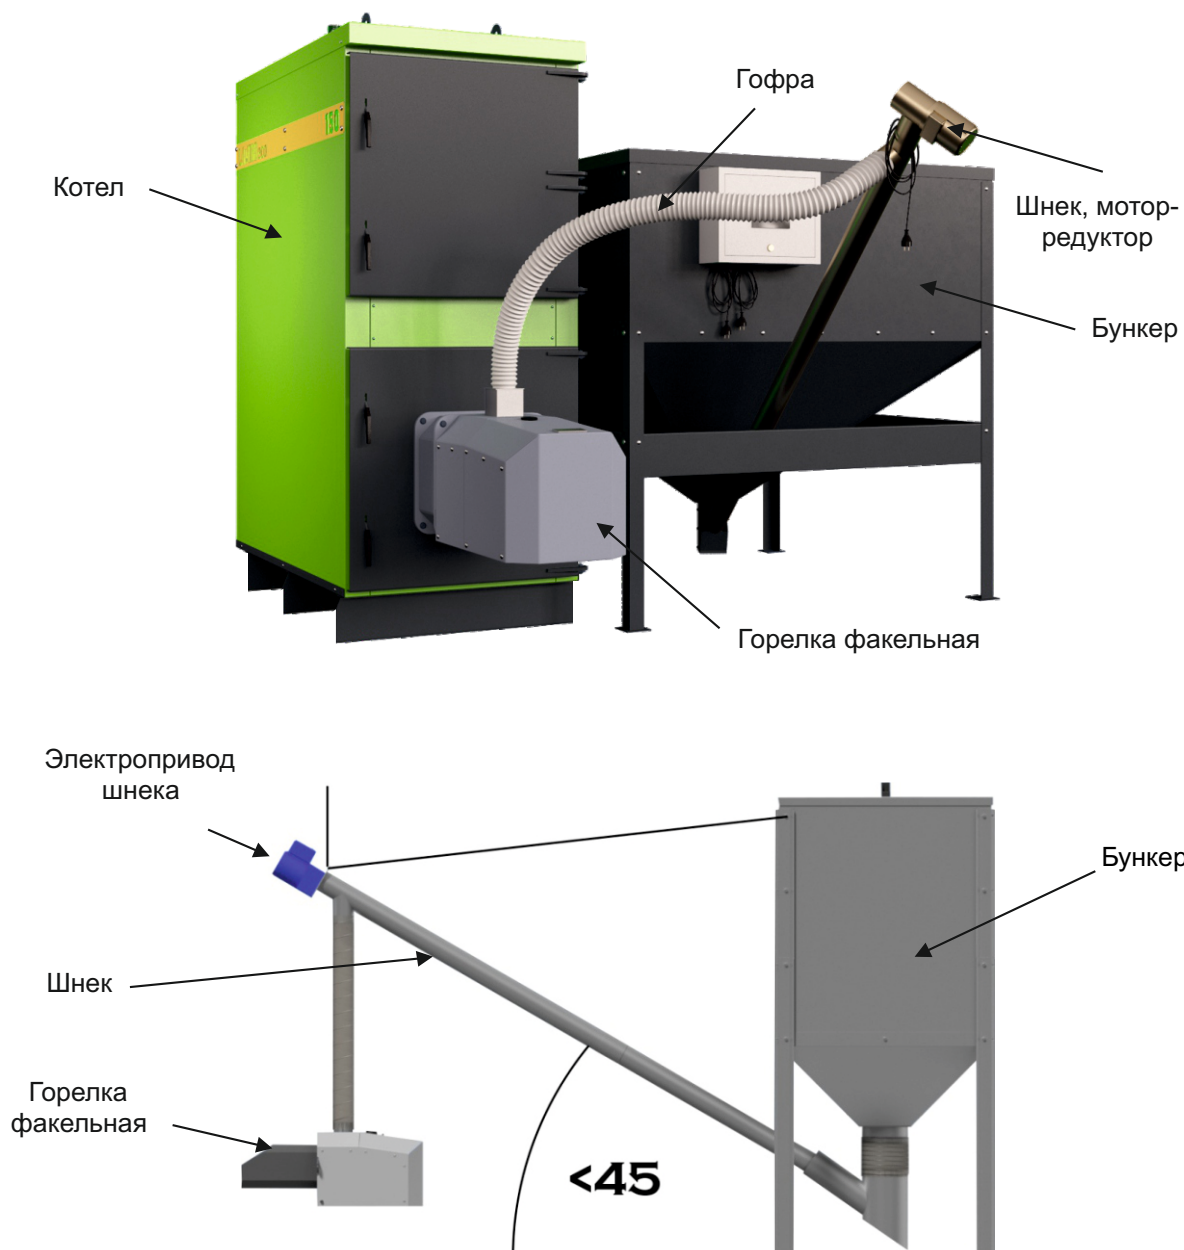

Рисунок 3. Общий вид винтового подающего устройства с Горелкой и бункером
Горелки работают комплексно с оборудованием в составе (см. рис. 3):
Внешнее винтовое подающее устройство (электроприводной шнек) (см. рис. 3) отвечает за подачу топлива из бункера в горелку и соединяет контейнер (бункер) с топливом с Горелкой. Устройство выполнено из гальванизированной стальной трубы или трубы из нержавеющей стали диаметром 60 мм. Внутри трубы находится стальная спираль с приводом от электрического двигателя 230 В переменного тока с передачей, который подключается с помощью силового кабеля к соответствующему разъему на контроллере Горелки. Дозирование топлива в горелку осуществляется автоматически, управление работа подающего устройства осуществляется в автоматическом режиме. В случае повреждения трубы – например, из-за перегрева в случае обратного удара пламени, подающее устройство перестает подавать топливо, что влечет за собой затухание Горелки. Это позволяет предотвратить распространение пламени и пожар в Котельной.
- Е) подвесить подающее устройство на цепочке. (см. рис. 3);
При монтаже винтового подающего устройства соединение его с бункером производить как показано на рис. 3.